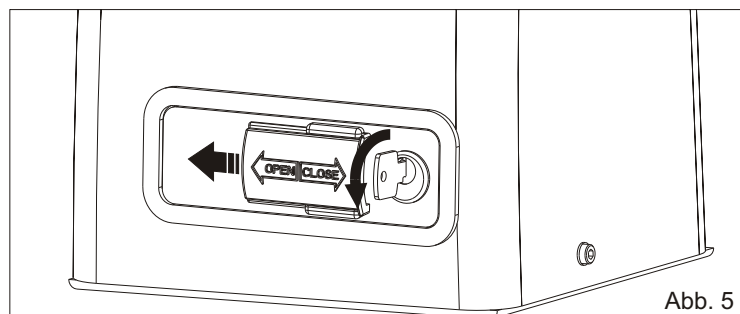

Abb. 5
- Den Schlüssel einführen und umdrehen um die Schutzklappe des Entriegelungshebels (Abb. 5) zu öffnen.